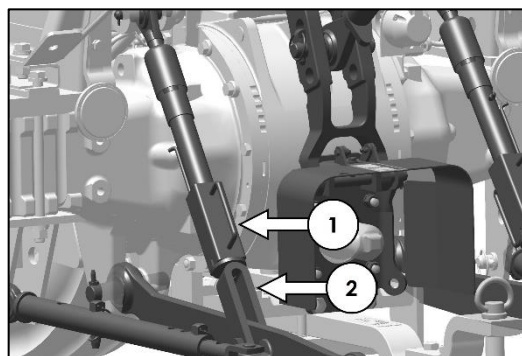

Fig. 200 – HEFARM
- Om de hefarmen af te stellen (Item 1 in Fig. 200), draait u aan de spanschroef (item 2 in Fig. 200).